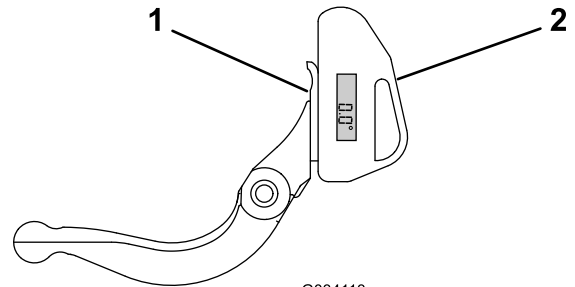

図 25
- 図 25に示すように、ベッドナイフの底部に傾斜計をセットする。